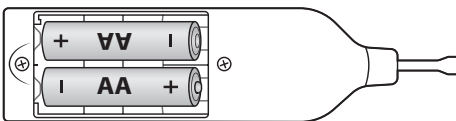

Fig. 1
- ◆ Læg batterierne i vokssmelteren **1** som markeret i batterirummet **4** (se fig. 1).